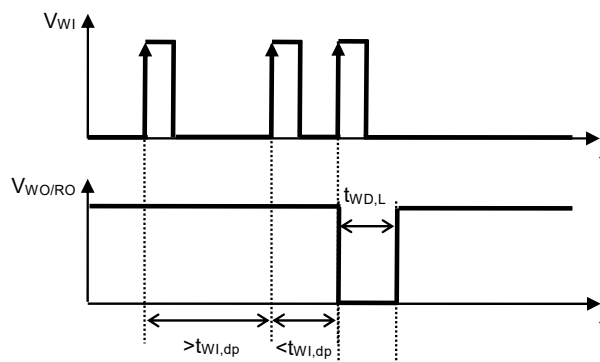

図9 ウォッチドッグダブルパルス検出時間
- *3. ウォッチドッグタイマがトリガ信号の検出を開始してから、 $t_{WI,dp}$ 経過前までに再びトリガを検出し、WO / RO端子出力が "L" に変化するまでの時間 (図9参照)。この値は C_{DLY} で変更可能です。